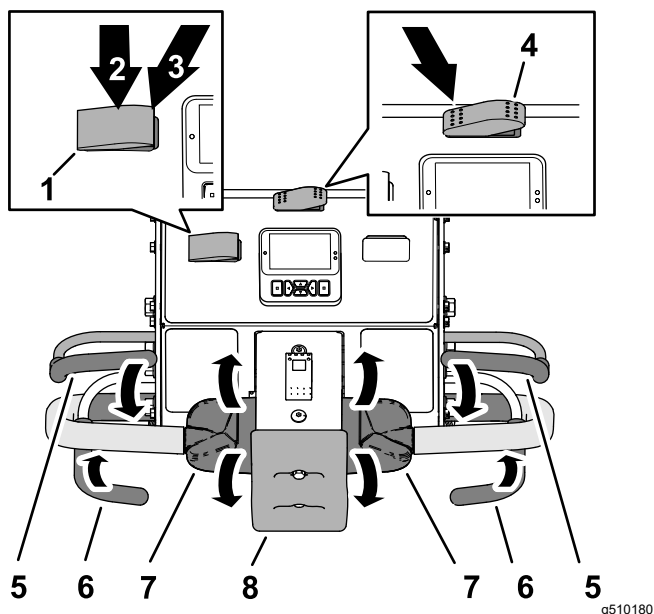

図 75
1. 移動走行・エアレーション切り替えスイッチをエアレーション位置にする 図 75。